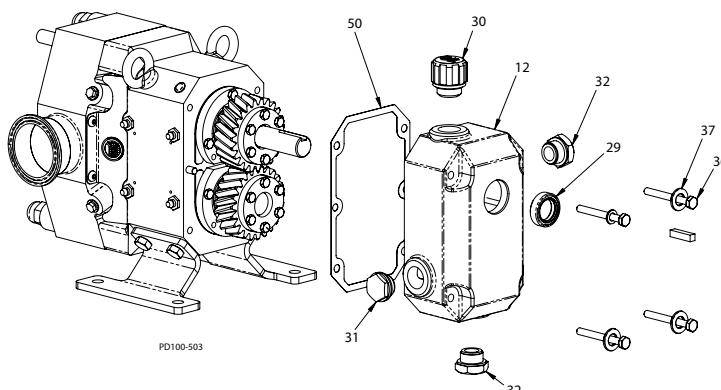

Рисунок 65 - Установка крышки редуктора
1. Вставьте уплотнение входного вала (Рисунок 65, пункт 29) в отверстие крышки редуктора (позиция 12).